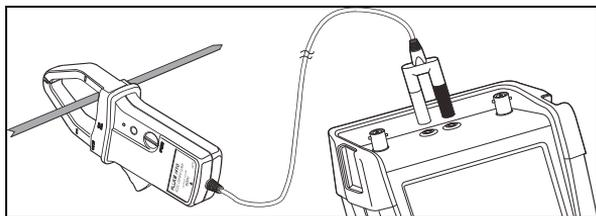

Figure 16. Configuration des mesures
- 1 Connectez une sonde de courant (par exemple Fluke 024-74, en option) des sorties pour douille banane de 4 mm vers le conducteur à mesurer. Assurez-vous que les connecteurs de sonde rouge et noir correspondent aux entrées rouge et noire pour douilles bananes. (Voir Figure 16.)